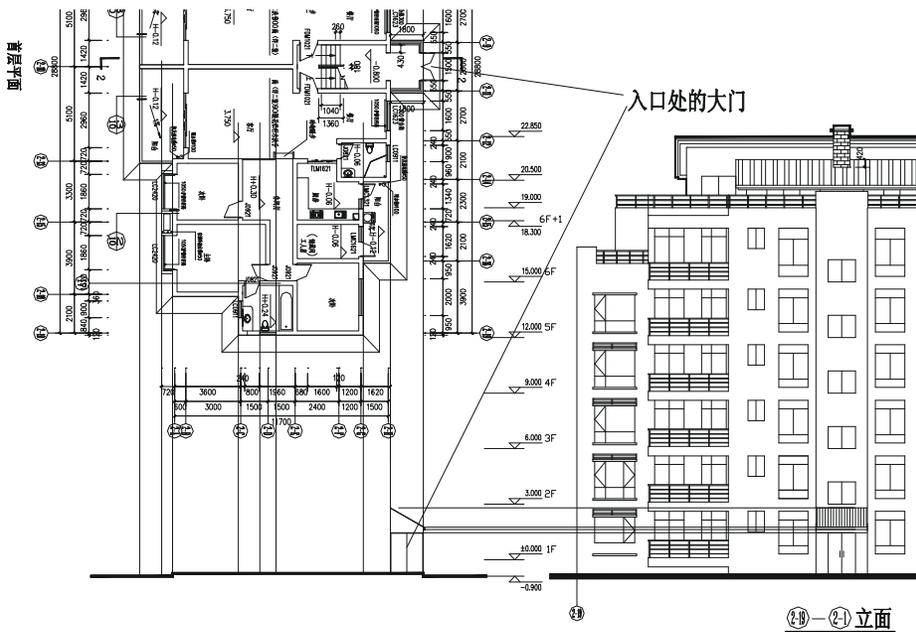

图 12-1-49
**STEP 06** 使用绘制直线命令 LINE 从右边的(2-1)立面引出入口处门的辅助线，如图 12-1-49 所示。